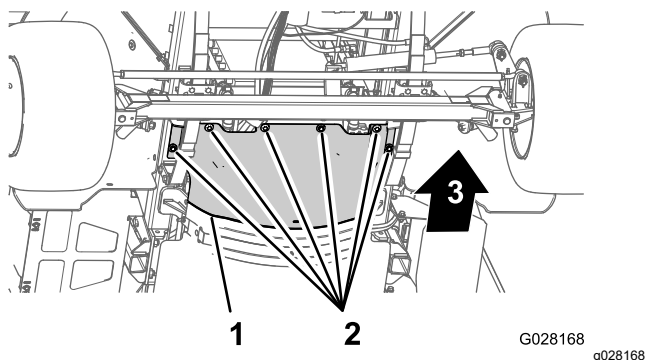

Figura 53
3. Retire los 6 pernos de cabeza hexagonal y las 6 arandelas que sujetan el protector térmico delantero al chasis, y retire el protector (Figura 53).